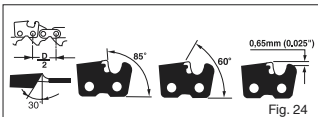
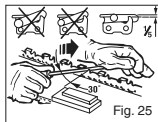

Fig. 24
Fig. 25
-3/8" Lav Profil X ,050". Slibning af kæden: Lyden af kæden (fig. 24) er.
Slib kæden med en rund fil 3/16 fil (4.8mm) Slib altid tænderne med en udad bevægtelse (fig. 25) med opmærksomhed på de i fig. 24 givne værdier.